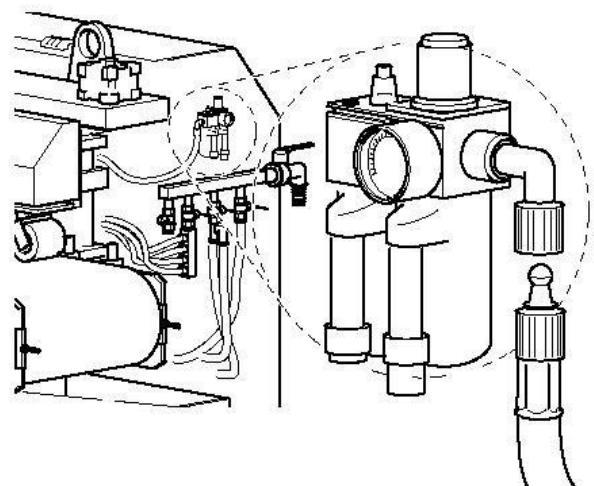

Fig. 02
1. que le manomètre de l'air en entrée signale 5 bar (Fig. 02).